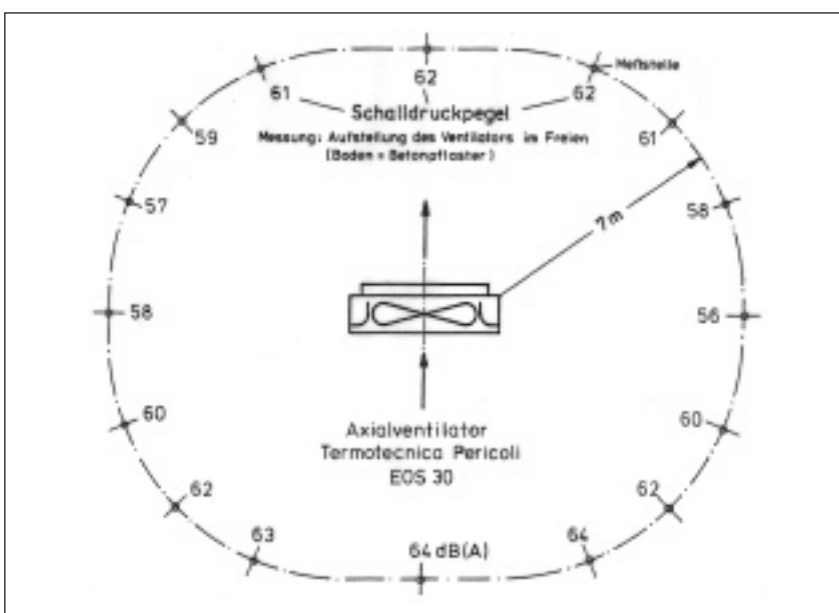

Bild 2:
Im freiansaugenden und freiausblasenden Zustand (0 Pa Druckerhöhung und Aufstellung des Ventilators im Freien) wurde in 7 m Abstand vom Ventilator in Strömungsrichtung ein Schalldruckpegel von 62 dB(A) und quer zur Strömungsrichtung ein Schalldruckpegel von 58 dB(A) gemessen (siehe Bild 2).